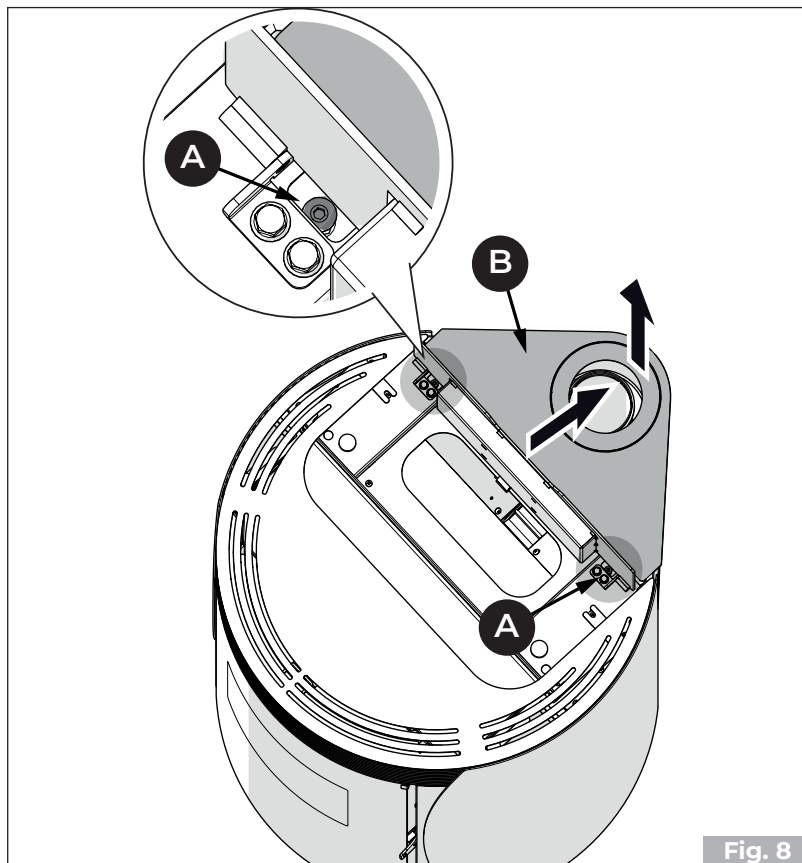

Fig. 8
- Afloje los tornillos (A) y extraiga la placa (B) (Fig. 8)